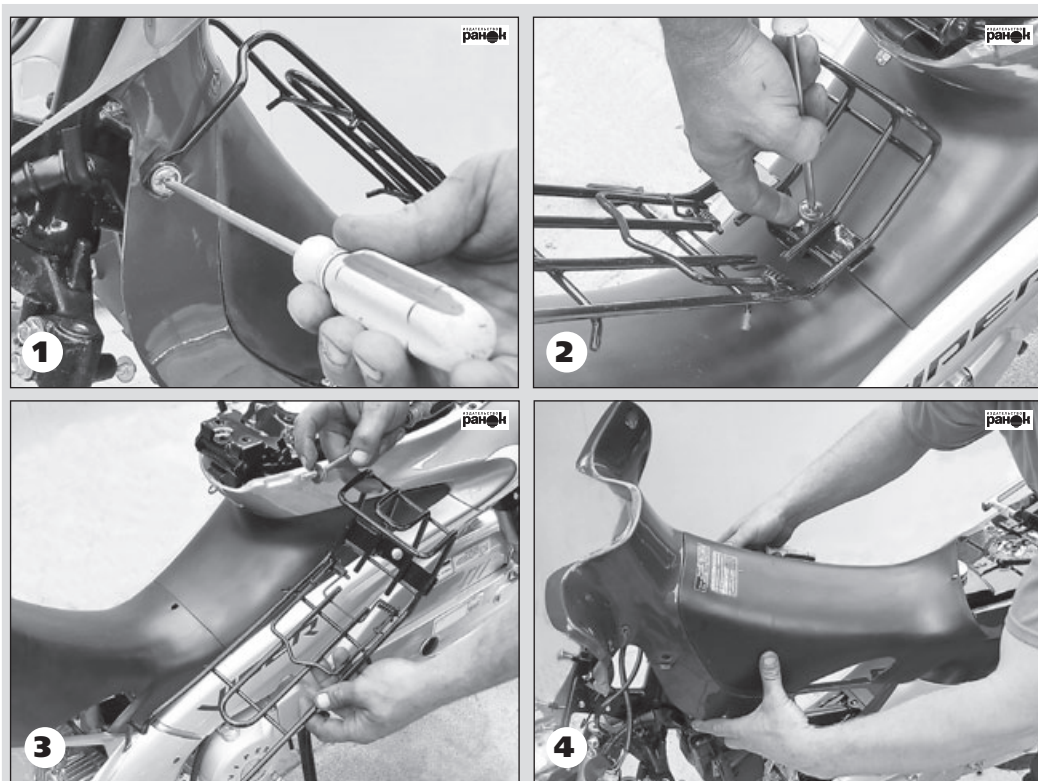

Рис. 21. Снятие багажника и облицовки мопеда
- открутив саморезы крепления, снять багажник и переднюю облицовку скутера (рис. 21);